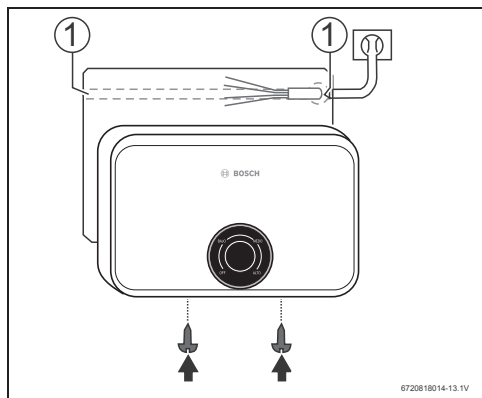

Fig. 22 Parte posterior de la unidad
- Si va a ser a través de la cubierta inferior, corte el saliente de plástico para exponer la funda de goma (Fig. 22):
- Si va por la parte posterior de la cubierta de la unidad, corte a través del orificio de la placa trasera con un cuchillo afilado. Asegúrese de no retirar la arandela de la placa posterior (Fig. 22):